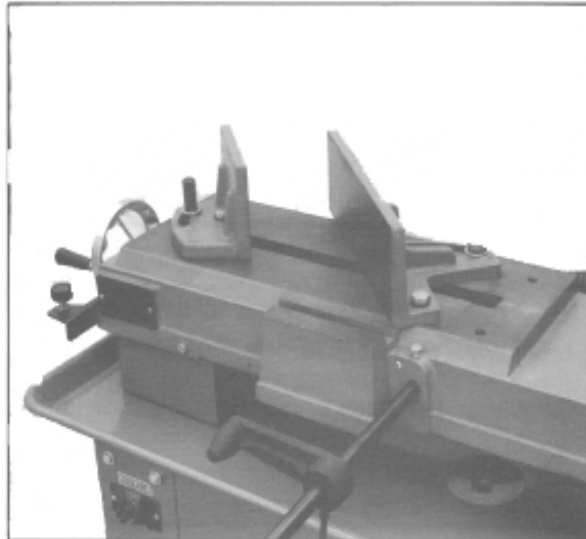

Fig. 8
2. Die Backen wie in Fig. 8 gezeigt montieren. Achten Sie auf die richtige Wahl der Gewindebohrungen.
4. Den verschiebbare Backen parallel zur hintere Spannbacke stellen und die Schrauben (A, Fig. 8) festziehen.